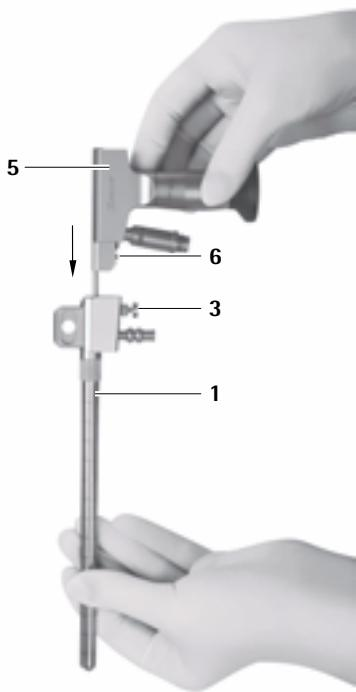

Fig. 2
- Verrouiller l'endoscope 5 dans le trocart MINOP inVent 1, voir Fig. 2.